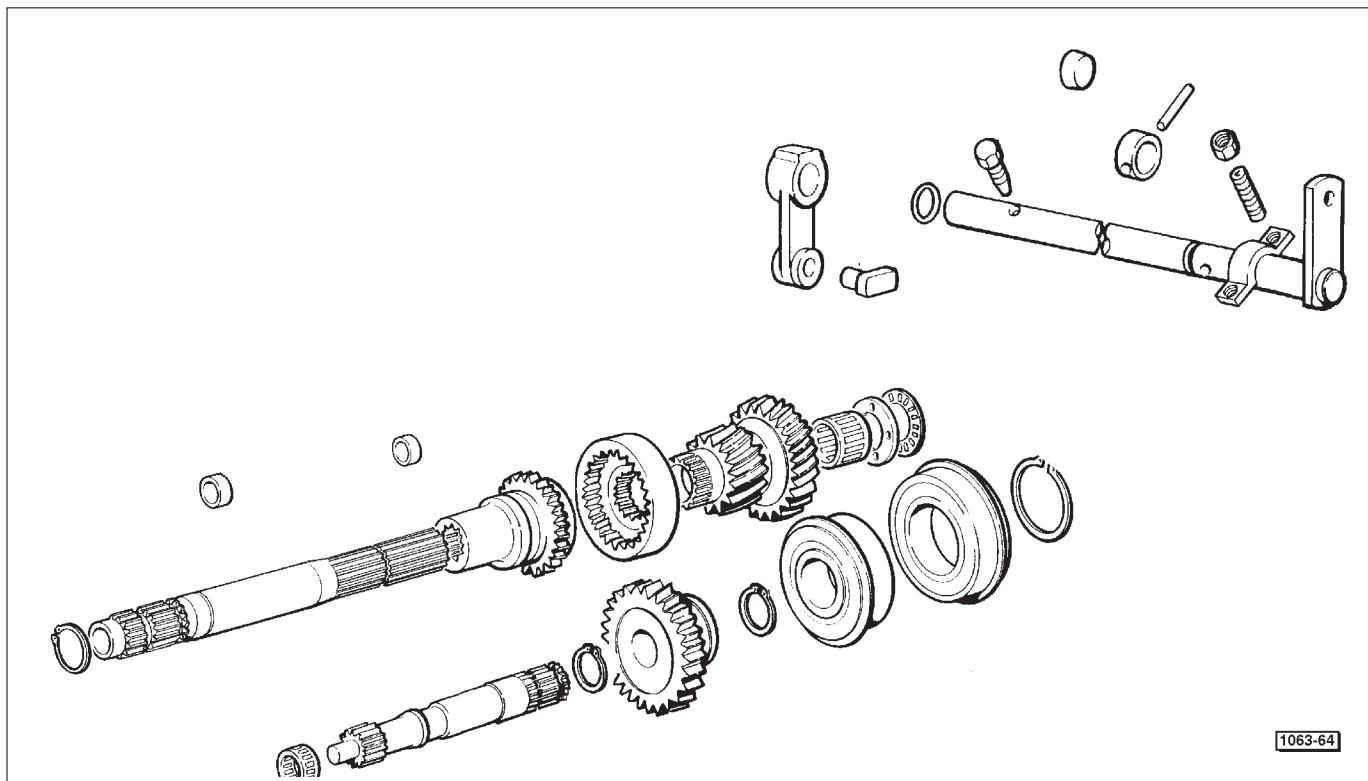

Fig. 2 - Commande interne de sélection Pdf ÉCONOMIQUE - AGROPLUS 75 - 85 (pour le réglage, voir chapitre 36 - prise de puissance).
- Fig. 2 Commande interne de sélection PdF ÉCONOMIQUE - AGROPLUS 75 - 85 (pour le réglage, voir chapitre 36 - prise de puissance)**